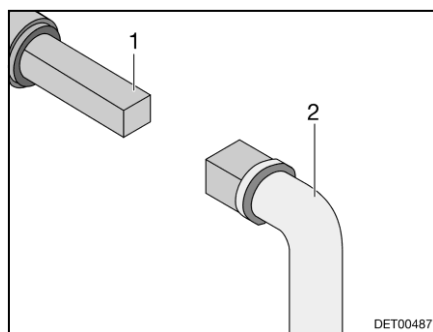

Bild 94 Handhavande avloppsventil
- Sätt nyckeln (Bild 94,2) mot fyrkanten (Bild 94,1).